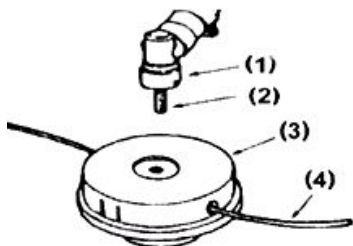

Рис. 5
4.4. Установка кассеты с леской. Замена триммерной лески (рис.5)